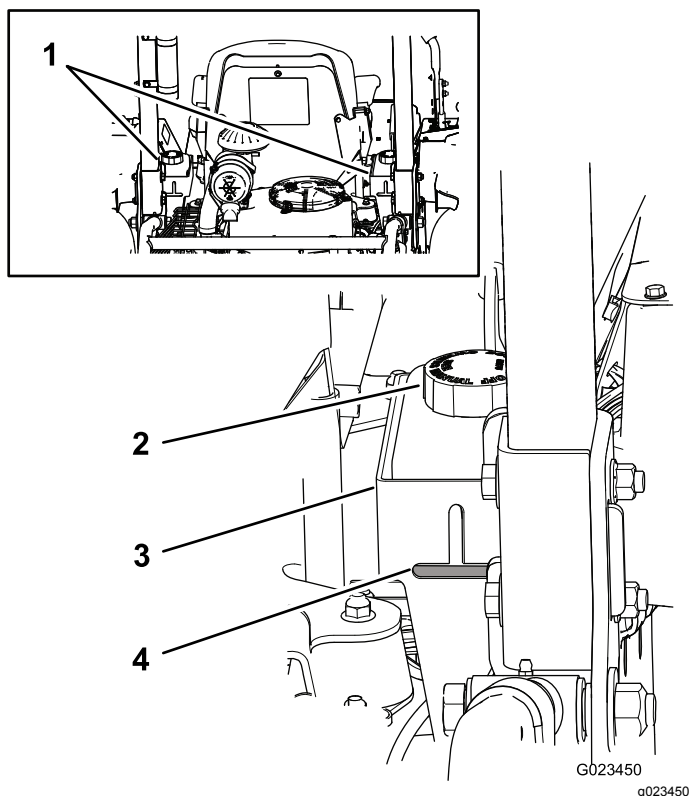

図 17
油圧オイルタンクに高品質の油圧オイルを満たした状態で出荷しています。油圧オイルの点検は、オイルが冷えている状態で行うのがベストです。マシンは移動走行モードになっていることが必要です。オイルの高さが、油圧オイルタンク後部にあるのぞき窓 **図 17** の水平部分よりも低い場合には、水平部分の高さまでオイルを補給してください。入れすぎないようにしてください。オイルの高さがのぞき窓の水平部分の最上部までである場合には、補給は不要です。推奨オイルの銘柄を以下に示します
注 **図 17**に示すように、それぞれの口の根元までオイルがあればよい。
- A. 異物をタンクに入れないよう、各油圧オイルタンクのキャップ取り付け部周辺をウェスできれいに拭く **図 17**。